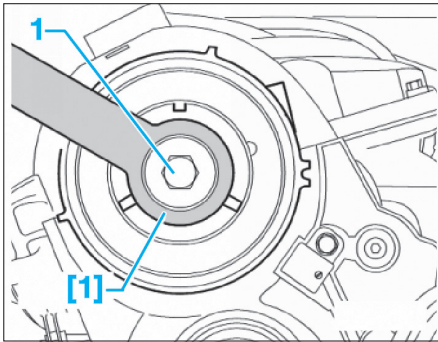

Fig. 61
- [1]. Contre appui (ref. T10051) (Fig.61).
- À l'aide de l'outil [1], desserrer la vis (1) du moyeu d'arbre à cames de deux tours (Fig.61).